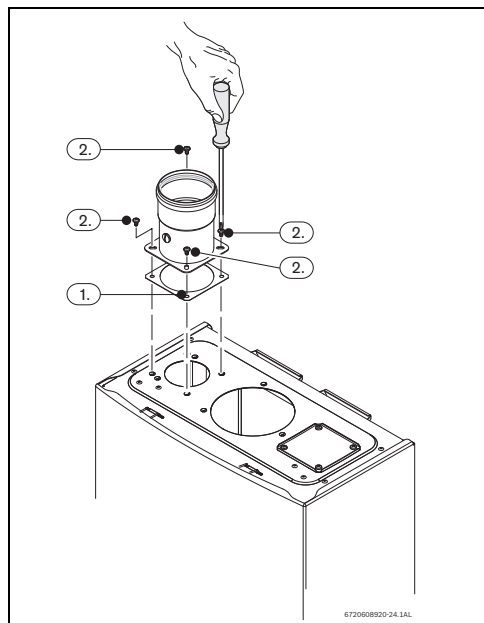

Fig. 25
- Colocar el sello entre el aparato y el accesorio, consultar la Fig. 25 , pos. 1.
- Apretar los 4 tornillos del accesorio de admisión de aire, consultar la Fig. 25 , pos. 2.